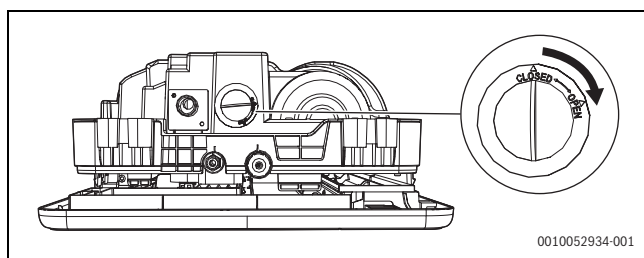

Fig. 36
- ▶ Pendant le test d'évacuation, ouvrir le capuchon de test de l'eau (→ fig. 36) sur le corps de machine en le dévissant afin de vérifier si la pompe d'évacuation est en marche et s'il y a un problème avec la pompe d'évacuation.